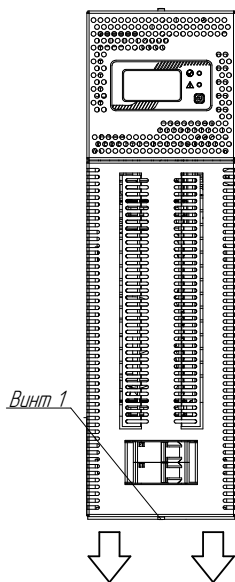

Рисунок 19. Стабилизаторы IS7000RT, IS8000RT и IS10000RT. Винт 1 и направление движения при снятии неповоротной части передней панели
1. Отсоединив винт 1 и заземляющий проводник, снять неповоротную часть передней панели (**рисунок 19**).